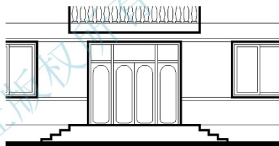

图 4.65 绘制台阶全部轮廓
重复⑤~⑥步绘制出其他踏步和平台, 结果如图 4.65 所示。